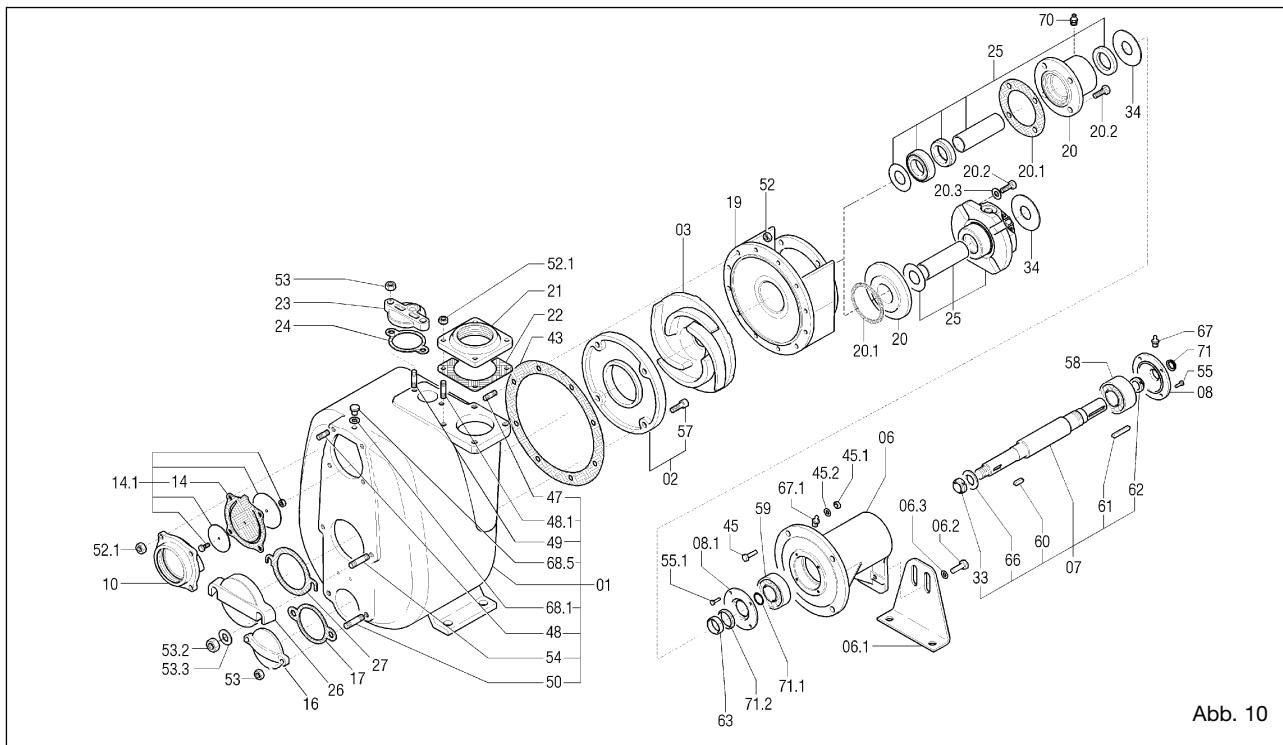
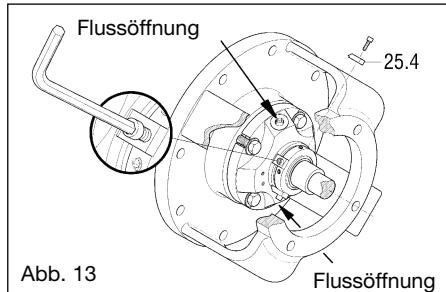

Abb. 10
Abb. 13
Die Ansaugleitung muss einen Durchmesser aufweisen, der dem Durchmesser des Ansaugstutzens der Pumpe entspricht (für größere Durchmesser Varisco konsultieren). Falls möglich Kurven, Kniestücke oder Drosselungen vermeiden, die den Zufluss der Flüssigkeit zur Pumpe behindern können. kein Bodenventil montieren: Die Pumpe weist ein integriertes Rückschlagventil (14) (Abb. 10) auf. Die Pumpe so nahe wie möglich an der zu pumpenden Flüssigkeit installieren und wo möglich versuchen, die Länge der Ansaugleitung zu reduzieren. Die Anschlüsse der Ansaugleitungen müssen vollkommen luftdicht sein. Die Gewinde, die Dichtung der Flansche, die Schnellkupplungen usw. kontrollieren.
Hier ein Beispiel einer Explosionszeichnung (Abb. 10).
### 13.2 Ersetzung des Laufrades (Abb. 10)
### 13.3 Ersetzung des Verschleißtellers (Abb. 10)
### 13.4 Ersetzung des Ventils (Abb. 10)
### 13.5 Ersetzung der Dichtung vom Typ 1 - 2 - 3 (Bezug Abb. 10,11 und 12)
### 13.6 Ersetzung der Dichtungen vom Typ 4 - 5 (Bezug Abb. 10, 13, 14, 15 und 16)
- Die Muttern (52) (Abb. 10) lösen und den Pumpenkörper entfernen; dabei darauf achten, dass die Dichtung (43) nicht beschädigt wird.
- Den Laufrad (03) blockieren und die selbstblockierende Mutter (33) abschrauben.
- Die Positionierzurichtungen (25.4) zum Blockieren der Dichtung in ihren Sitzen anbringen. (Abb. 13)
- Die Positionierzurichtungen (25.4) (Abb. 13) zum Blockieren der Dichtung entfernen und an den entsprechenden Bohrungen des Flansches anbringen, so dass sie in der Phase des Ausbaus wiederverwendet werden können.
Zwischenlegen der Dichtung (43) (Abb. 10) mit einer Stärke von 0,5 mm bewirkt den erforderlichen Abstand (Abb. 19).
### 13.8 Wartung der Lager (Abb. 10)